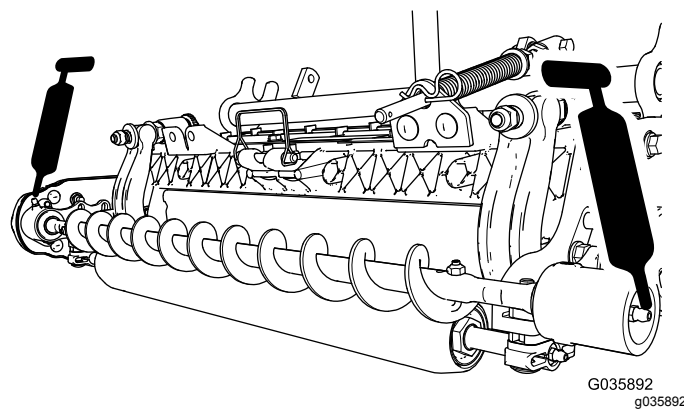

Figura 17
4. Lubrificate i raccordi d'ingrassaggio su ogni alloggiamento del cuscinetto della spazzola per rullo utilizzando grasso a base di litio n. 2 (Figura 17).